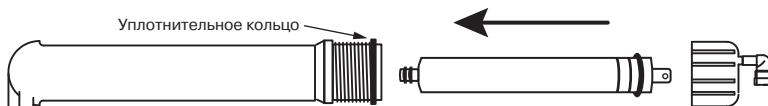

Рис. 15
2. Установите мембранны. Для этого отсоедините трубку от быстроразъемного коннектора крышки колбы мембранны. Открутите крышку колбы мембранны. Смажьте силиконовой смазкой резиновые уплотнения мембранны. Установите мембранны в корпус согласно **рис. 15**. Смажьте силиконовой смазкой уплотнение крышки колбы мембранны и аккуратно установите его на колбу. Закрутите крышку колбы мембранны и пристыкуйте трубку. Следите, чтобы уплотнительное кольцо крышки колбы было установлено на колбе без перекосов.